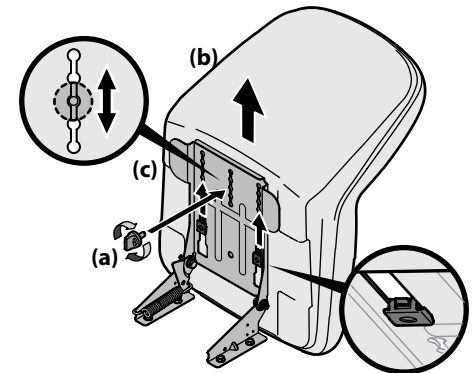

Figura 2-6
3. Deslice el asiento (b) hacia atrás en el soporte de pivote del asiento (c), alineando la ranura trasera central del soporte de pivote del asiento (c) con el orificio restante de la base del asiento (b). Consulte la Figura 2-6.
**NOTA:** Asegúrese que las dos lengüetas del asiento se enganchan en el soporte de pivote del asiento, como se muestra en el recuadro inferior derecho de la Figura 2-6.
4. Seleccione la posición deseada del asiento (b) y fíjelo con la perilla de ajuste (a) que retiró en el Paso 1. Consulte la Figura 2-6.
asiento (b). Deslice el asiento (b) hacia adelante o hacia atrás, según lo desee. Vuelva a colocar la perilla de ajuste (a). Consulte la Figura 2-6.